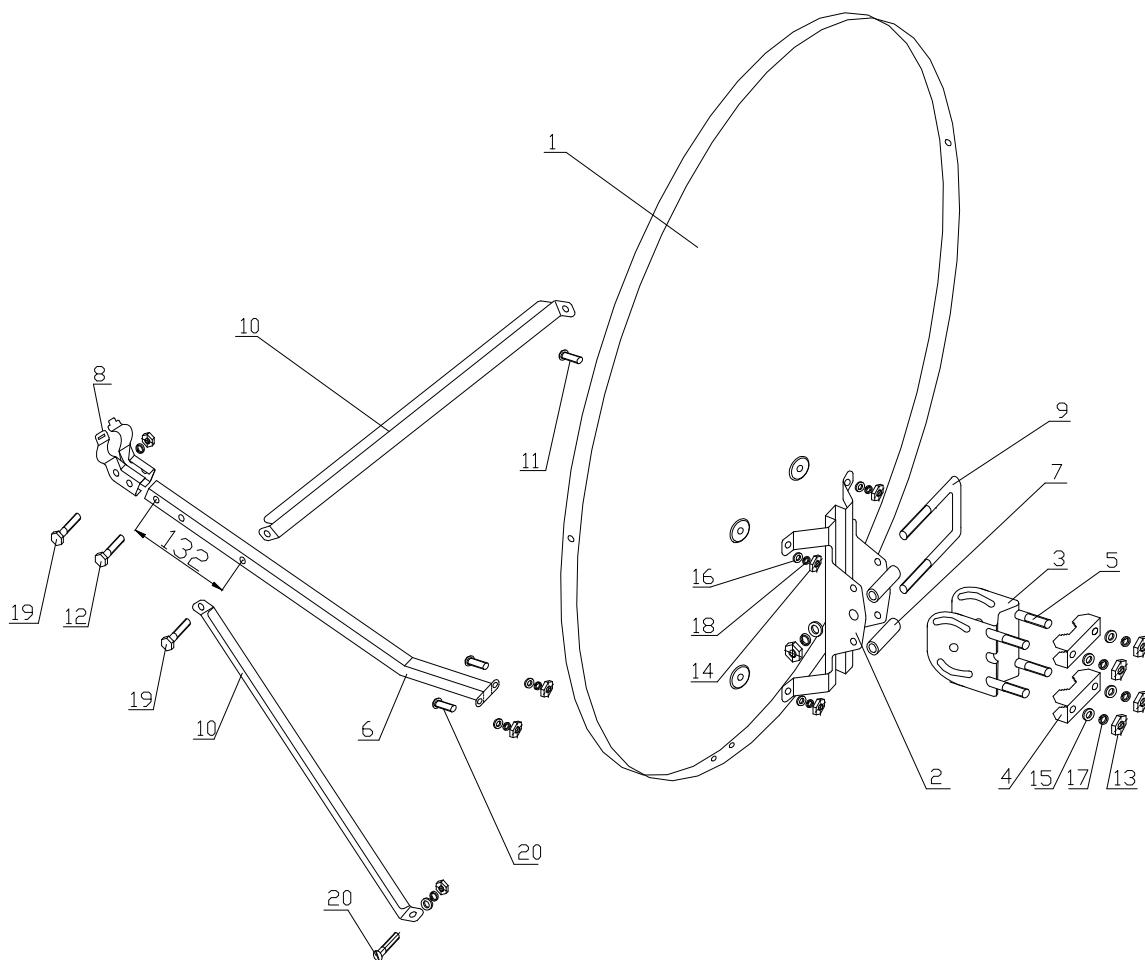

Рис.2
## Сборка антенны производится в соответствии с рис. 2.
3. Закрепить дугу конвертородержателя на отражателе винтами М6х16 (поз.20, см.Рис.2).
4. Установить растяжки, для чего закрепить один конец растяжки на отражателе винтом М6х16 (поз.20), а другой конец на дуге конвертородержателя винтом М6х35 (поз.19, см.Рис.2). Закрепить гайками.
5. Установить держатель облучателя (поз.8) вместе с облучателем на дуге конвертородержателя, для чего: вставить выступ на левой половине конвертородержателя в паз на правой половине конвертородержателя, обхватить ими облучатель и закрепить все в сборе на дуге конвертородержателя винтом М6х30 (поз.12). Установить дополнительно болт М6х35 (Рис.2, поз.19). Сильно не затягивать.